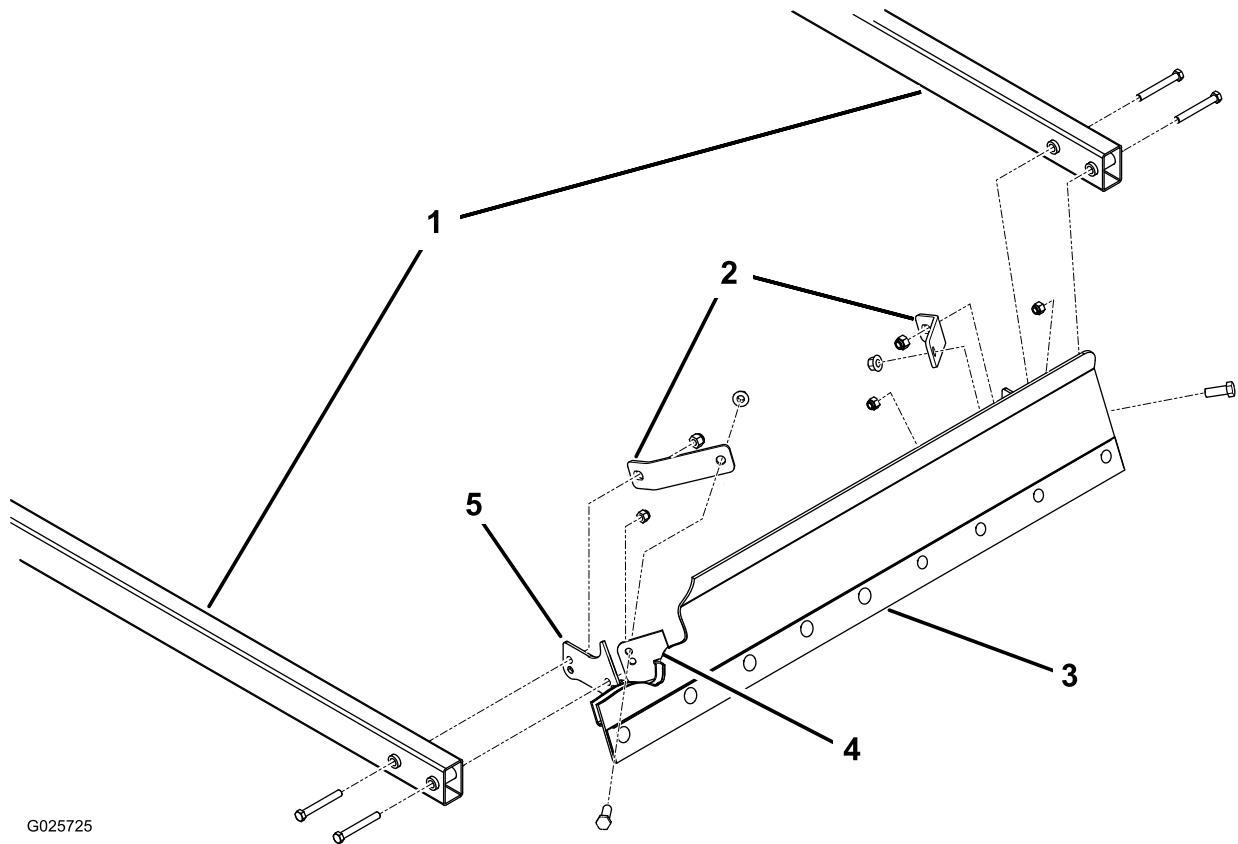

Figura 24
Nota: Coloque as placas de abraçadeira como se mostra na Figura 24.
2. Prenda ligeiramente a parte da frente dos braços de elevação aos suportes de montagem da lâmina e às placas de abraçadeira com 4 parafusos ($\frac{3}{8}$ pol. x 3 pol.) e 4 porcas de bloqueio ($\frac{3}{8}$ pol.); consulte a Figura 24.
Nota: Utilizar os orifícios de montagem superiores nos suportes de montagem da lâmina fará com que a lâmina funcione de modo mais agressivo (Figura 24).
3. Com a lâmina apoiada numa superfície nivelada, aperte os fixadores prendendo os braços de elevação à lâmina (Figura 24).